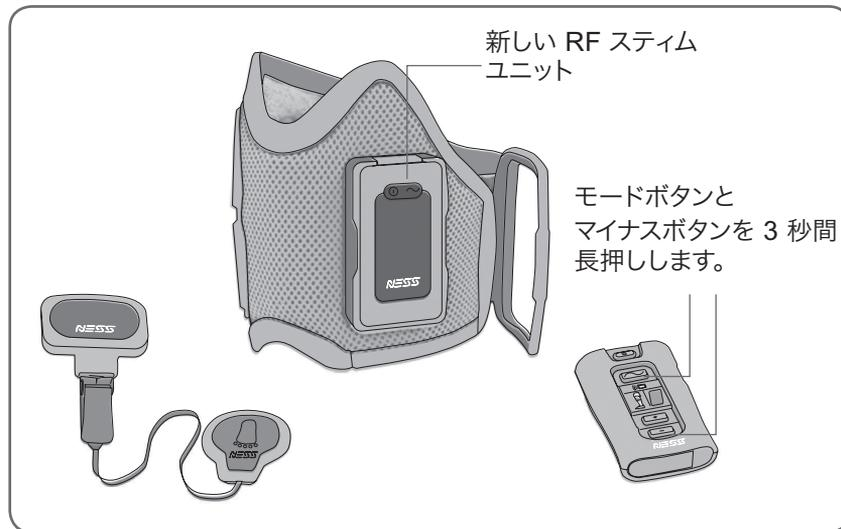

図 34: 新しい RF スティムユニットを登録するところ
2. コントロールユニットの  モードボタンと  マイナスボタンを同時に 3 秒間長押しします。登録が始まるとコントロールユニットがビープ音を発します(図 34 を参照)。